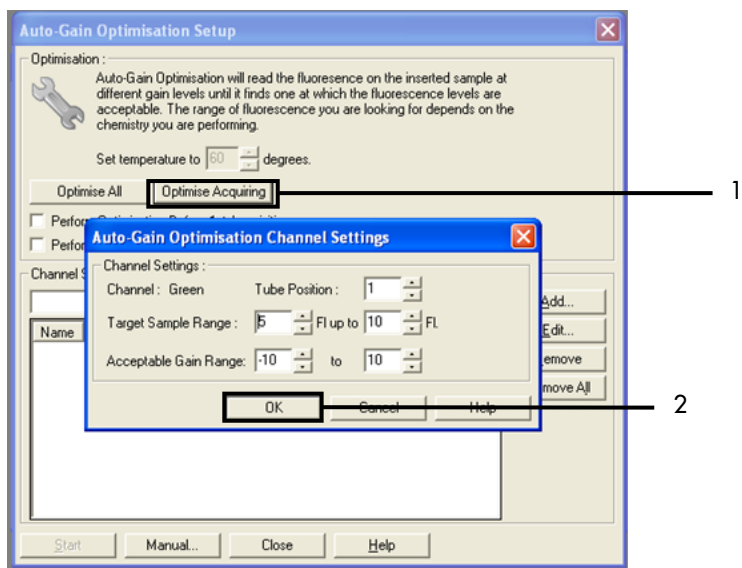

Figura 30. Optimización de la ganancia automática para el canal Green. 1 = "Optimise Acquiring" (Optimizar adquisición); 2 = "OK" (Aceptar).
13. Haga clic en Optimise Acquiring (Optimizar adquisición). Para cada canal, se muestra la configuración de canal. Haga clic en OK (Aceptar) para aceptar estos valores predeterminados para ambos canales (figura 30).